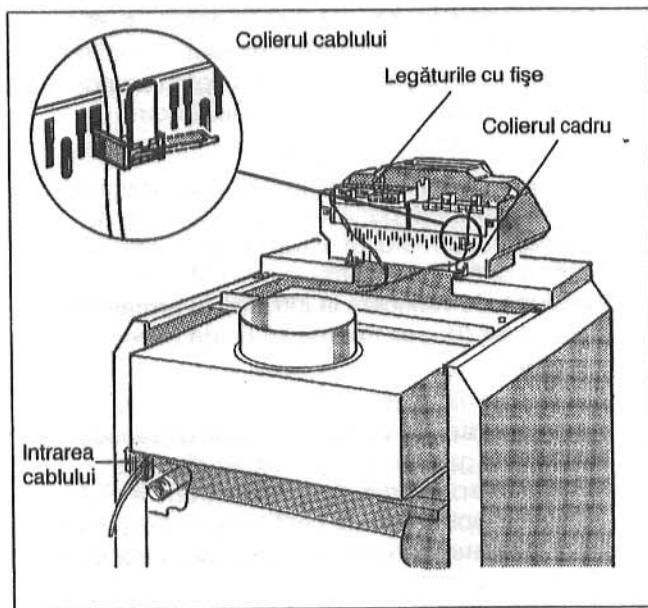

Fig. 11: Legăturile cu fișe și colierul cablului
- Conductele racordului electric realizate dinainte (din construcție) se vor conduce din spate prin orificiul cablului în canalul de cablu la aparatul de reglare (Fig. 11).
- Racordurile electrice realizate anterior – din construcție – se vor lega conform planului de conexiuni la legăturile cu fișe ale aparatului de reglare (Fig. 11).
- Se vor asigura toate conductele cu coliere de cablu: Colierele de cablu cu cablu intercalat se vor fixa de sus în șliturile colierului cadru capătul butonului trebuie să fie îndreptat în sus. Colierele cablului se apasă în jos și se presează. Capătul butonului se comută în sus (Fig. 11).